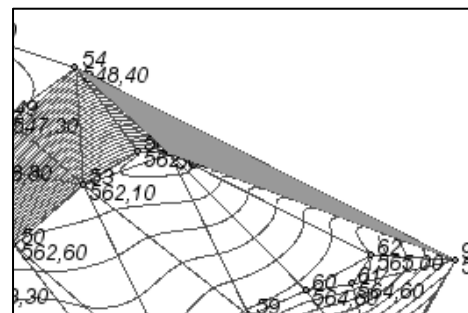

Рис. 3.9
8.2. Удалите узкие треугольники на внешнем контуре **Поверхность/Удалить поверхность/Удалить треугольники**. Курсор в режиме указания площадных объектов (рис. 3.9).